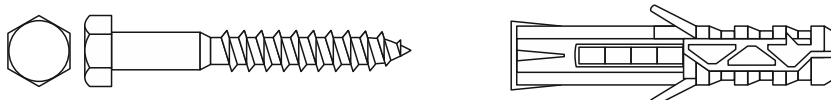

Рисунок 12 – Шуруп с шестигранной головкой «Глухарь» с дюбелем
Крепление турникета к полу необходимо осуществлять четырьмя шурупами с шестигранной головкой «Глухарь» (D=12мм, L=80-120мм) с дюбелем (рис. 12)
- 3) Сверление производить сверлом диаметром 16 мм. В отверстия установить распорные дюбели диаметром 16мм и длиной 80 - 120 мм (рис. 12).